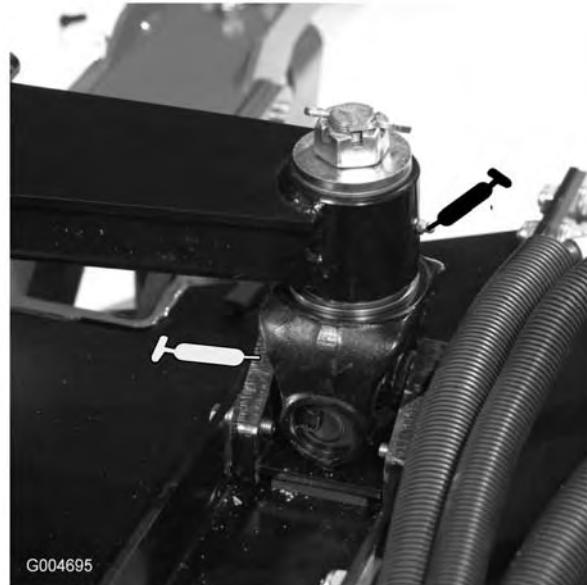

Figura 43
- Casquillos de los brazos de elevación principales (6) (Figura 42 y Figura 43).